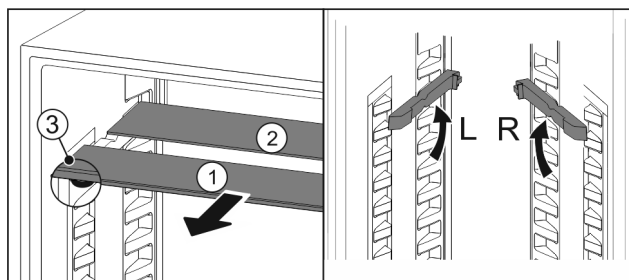

Fig. 78
- Glasplaten afzonderlijk vanaf de voorkant eruit trekken Fig. 78 (1).
- ▷ Glasplaat Fig. 78 (1) met sierlijst ligt voor.
▷ Stops Fig. 78 (3) zijn naar onder gericht.